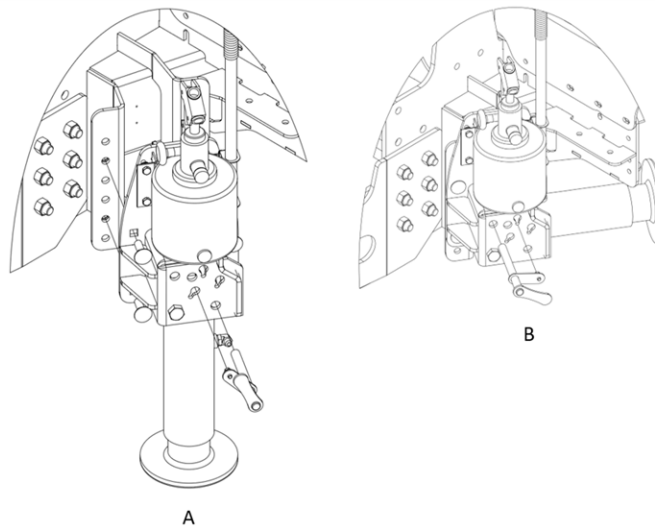

Figure 9 — Béquille hydraulique en position d'utilisation (A) et de transport (B)
4. Rétractez la béquille de soutien de la machine et placez-la à l'horizontale sur son support (B, Figure 9).
2. Placez la béquille à la verticale et faites-la descendre (A, Figure 9).